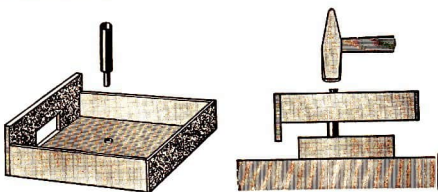

Bild 16
- Aufgaben: 14. Laß dir einige Beispiele für Zapfennietungen nennen, bei denen die Teile ähnlich wie in Bild 16 verbunden werden!